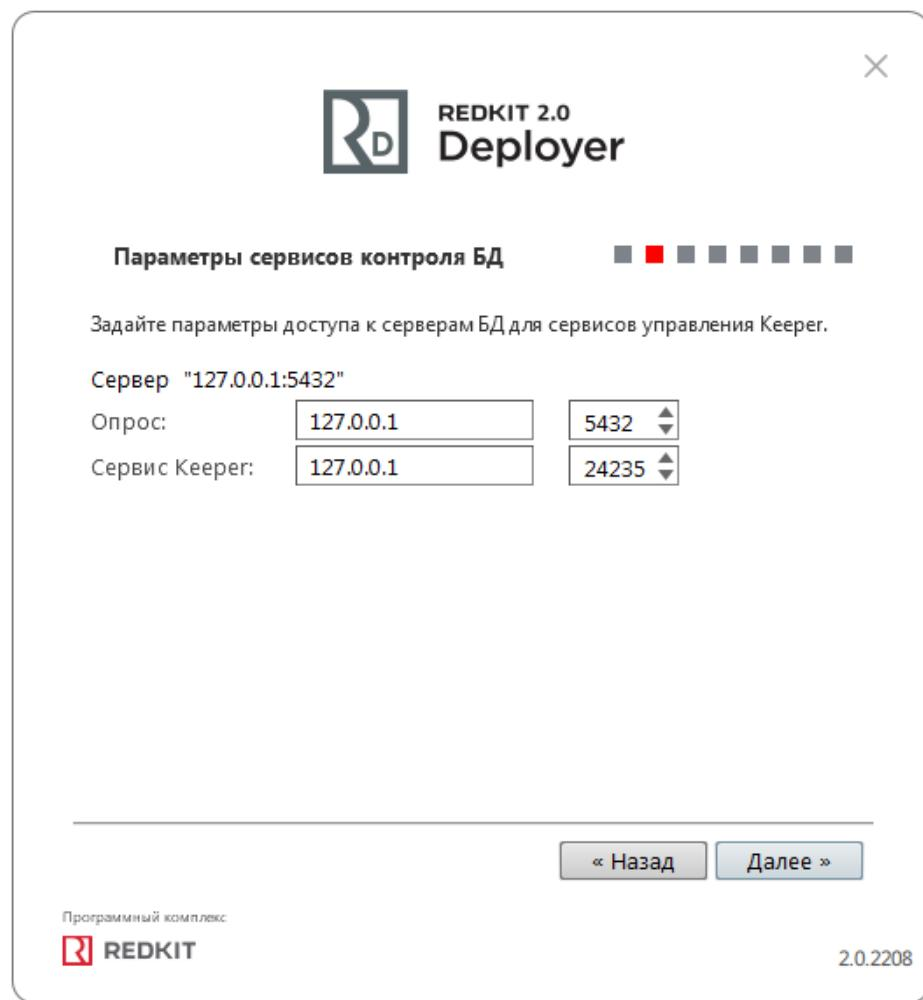

Рисунок 117 - Параметры сервисов контроля БД
6. Оставьте параметры сервисов контроля БД по умолчанию и нажмите **Далее** (Рисунок 117).